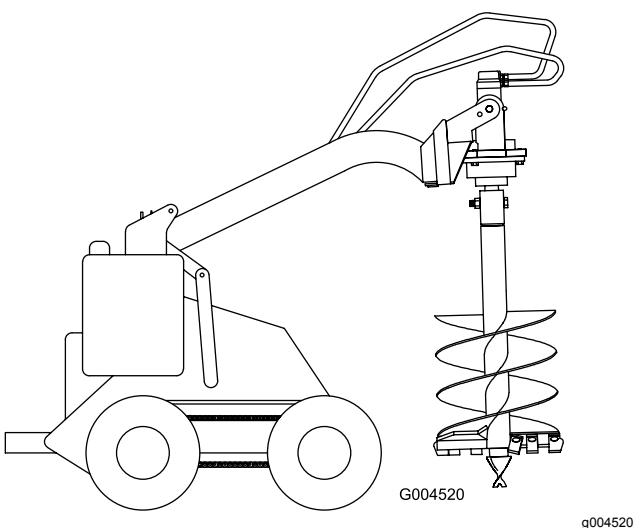

Figure 9
- Élevez la tarière au-dessus du sol (Figure 9).
- Lorsque la tarière est verticale, inclinez la plaque de montage en arrière jusqu'à ce que la tête d' entraînement touche la plaque, ce qui stabilise la tarière et l' empêche d' osciller (Figure 9).
1. Levez la tarière au-dessus du sol à la verticale (Figure 9).